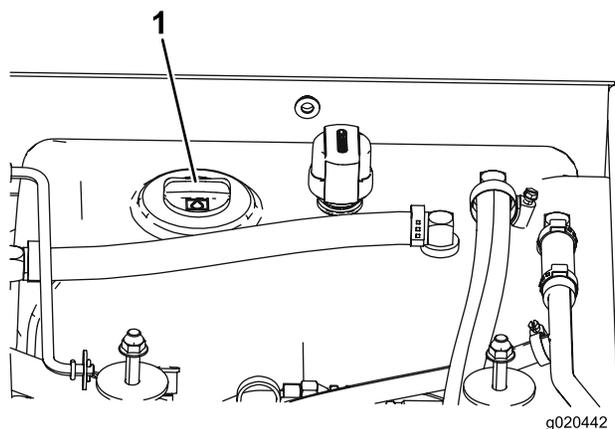

Figura 11
- Pulite attorno al collo del bocchettone e del tappo del serbatoio idraulico (Figura 11). Togliete il tappo dal collo del bocchettone.